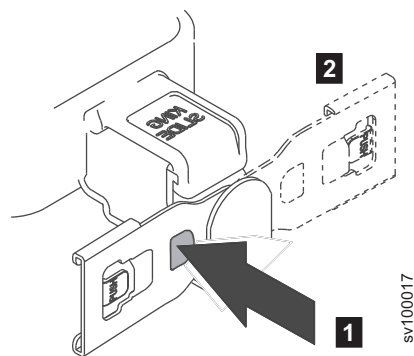

Figura 16. Invertendo a orientação do conjunto
- a. Pressione o botão marcado como **EMPURRAR** em Figura 16 na página 24.